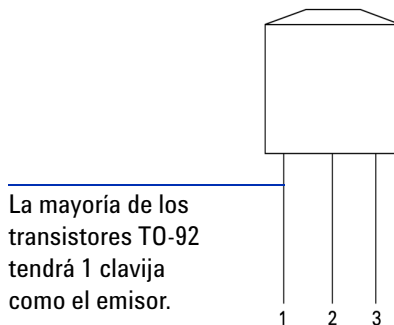

Figura 5-7 Transistor TO-92
- 3 En este ejemplo, se utilizará un BJT con un paquete TO-92 como se muestra en la Figura 5-7.